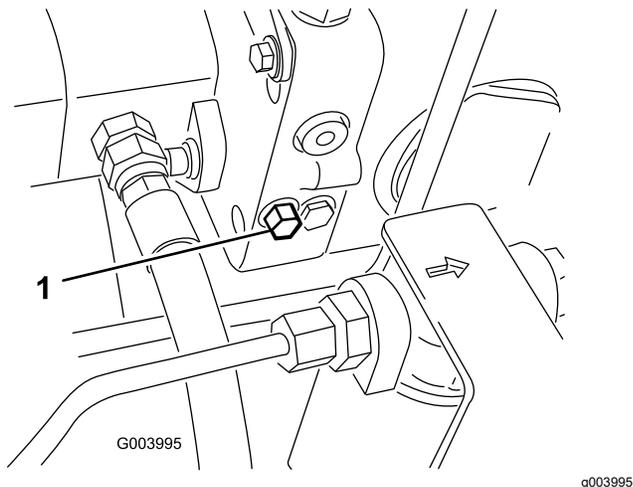

図 37
1. バイパスバルブを右または左 1-1.5 回転させると内部でバイパスが形成される 図 37。